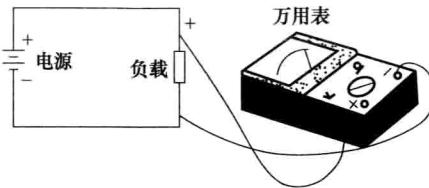

图 1-4 万用表的接法
① 在测量前，应首先明确所测的电压是直流电压还是交流电压，正确选择挡位。如果测量直流电压，要将万用表的选择开关对准直流电压挡。如果测量交流电压，要将万用表的选择开关对准交流电压挡。
② 测量前，若不知该电路中电压的大小，量程选择要宁大勿小，应从万用表电压挡的最大量程开始测量，防止因电压太高打坏表头。
③ 万用表电压挡的特点是内阻很大，所以测量电路某两点间的电压时，应将万用表和被测量电路的该两点并联。测量直流电压时，万用表的正极红表笔应和电路中电压的正极相接，负极黑表笔应和电路的负极相接，不能接反，如图 1-4 所示。测量交流电压时则不分正、负极。
④ 在使用万用表测量电压时，一定要注意选择开关的位置，严禁把选择开关放在电流挡或欧姆挡的位置，否则极易将表损坏。